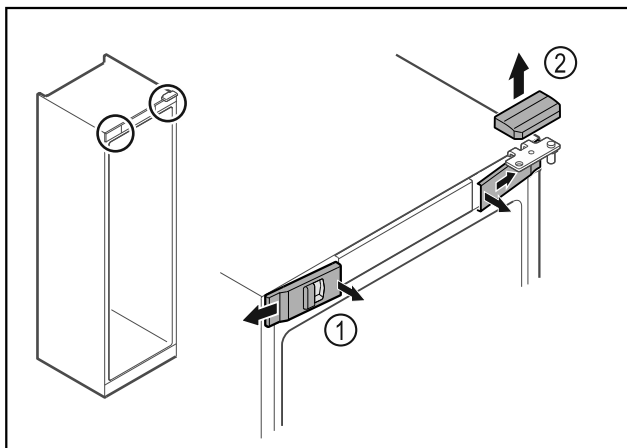

Fig. 7\*
- Décrocher les caches avant Fig. 7 (1) du côté intérieur et les retirer vers l'extérieur.\*
- Retirer le cache supérieur Fig. 7 (2) vers le haut.\*